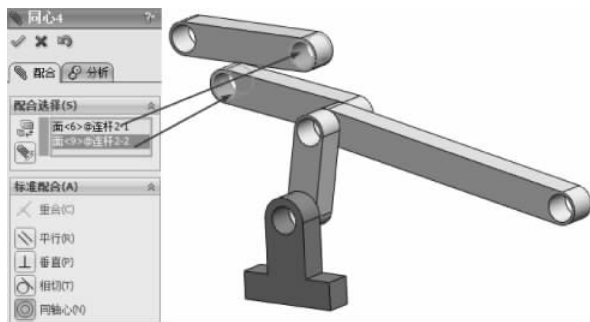

图 3-176 同轴心配合
(8) 选择【标准配合】选项组下的【同轴心】配合类型 ,在【要配合的实体】选择框  中选择如图 3-176 所示的面,其他保持默认,单击【确定】按钮 ,完成同轴心配合。